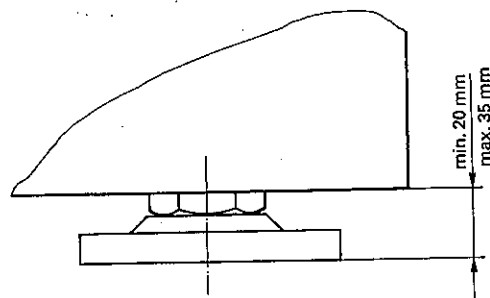

Abb. 8
8. Füll- und Entleerungshähne ⑬ in die Anschlußwinkel ⑨ und ⑩ eindichten.
9. Kaltwasser-Rohrstück ⑭ mit eingelöteten Verschraubungen ⑮ und ⑯ in den bereits vorinstallierten Wandanschluß eindichten.
10. Verschraubung ⑰ in den bereits vorinstallierten Warmwasseranschluß eindichten.
11. **Achtung!** Min. und max. Ausschraublänge der Stellfüße beachten (siehe Abb. 8).